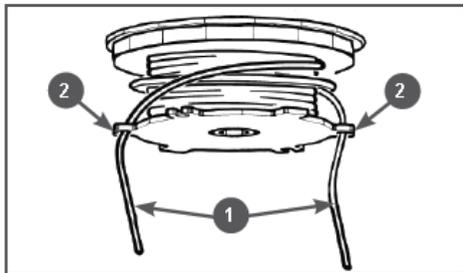

Рис. 13 Фиксация концов корда
- Зафиксируйте концы 1 корда (длиной примерно 10-15 см) в специальных пазах 2 на катушке (Рис.13).